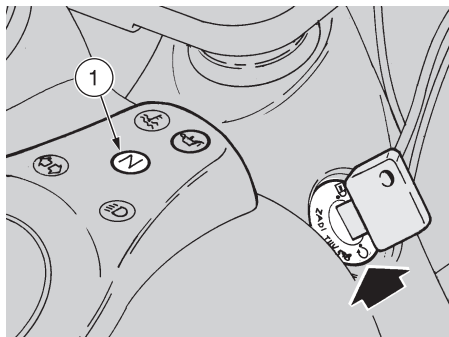

Fig. 26
- ◆ Placer le levier du changement de vitesse au point mort (témoin vert "N" allumé, 1-Fig. 26).